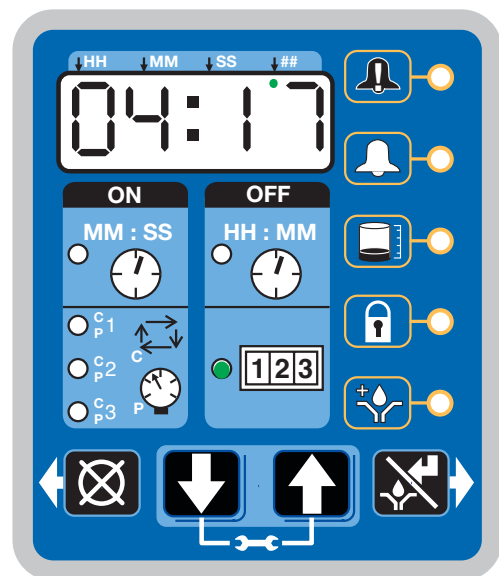

ABB. 54
- Es leuchtet die LED neben dem Feld „1-2-3“ auf (ABB. 54).
Das Beispiel in ABB. 54 zeigt, dass bis zum Auftreten einer Störung oder im Pumpenmodus (Pumpe ein) noch 4 Stunden und 17 Minuten verbleiben.